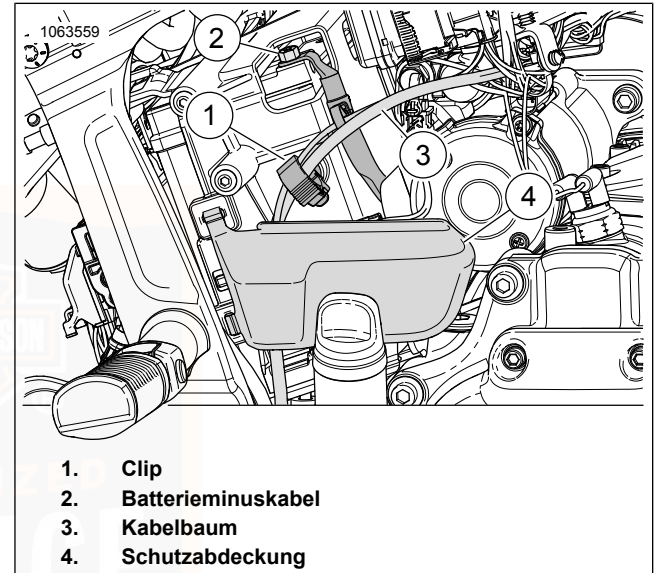
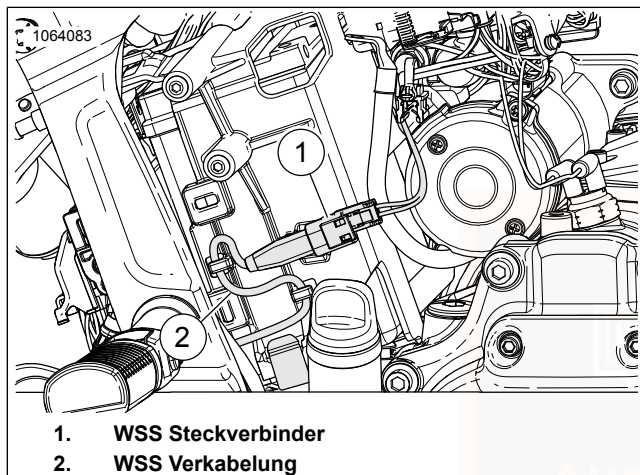
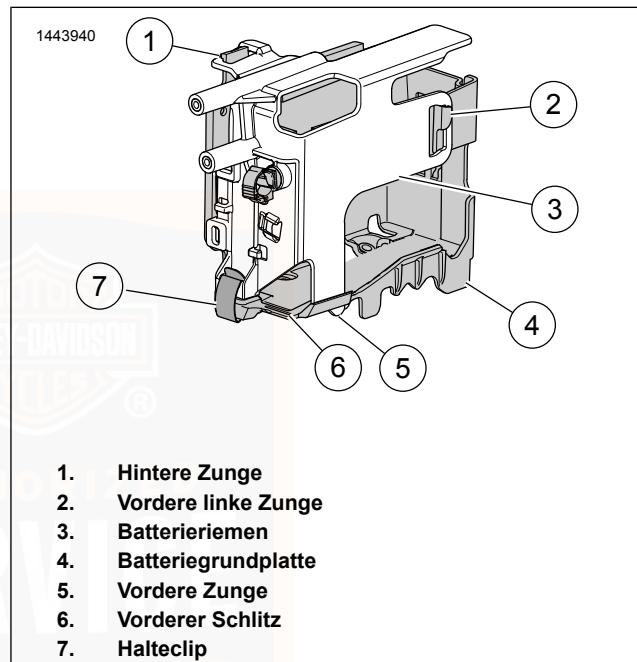

Abbildung 73. Batterieminskabel und Schutzabdeckung
Abbildung 74. WSS und Verkabelung
Abbildung 75. Batterieriemen und -grundplatte: (Zur besseren Sicht ausgebaut)
- 3. Siehe Abbildung 73. Batterieminuskabel abklemmen (2).
- 4. Die Schutzabdeckung (4) entfernen.
- 5. Clip (1) öffnen und den Kabelbaum (3) zur Seite schieben.
- 6. Siehe Abbildung 74. Raddrehzahlsensor (WSS)-Steckverbinder (1) abziehen.
- 7. Entfernen Sie die WSS Verkabelung (2) von den Kabelführungen und dann die Verkabelung aus den Batterieriemen.
- 8. Siehe Abbildung 75 . Den Batterieriemen abnehmen.
- a. Den Sicherungsclip (7) entfernen.
- b. Die hintere Zunge (1) vom Batterieriemen (3) zur Batteriegrundplatte (4) abklemmen.
- c. Die vordere linke Zunge (2) vom Batterieriemen zur Batteriegrundplatte abklemmen.
1. Siehe Abbildung 75 . Batterie in Batteriegrundplatte einbauen.
4. Den Batterieriemen (3) anbringen.
- b. Die vordere linke Zunge (2) vom Batterieriemen zur Batteriegrundplatte anschließen.
- c. Die hintere Zunge (1) vom Batterieriemen zur Batteriegrundplatte anschließen.
- d. Den Halteclip (7) schließen.
5. Siehe Abbildung 74. Die WSS-Verkabelung (2) am Batterieriemen anbringen.
6. Den WSS-Steckverbinder (1) abziehen.
7. Siehe Abbildung 73. Kabelbäume (3) und Verschluss-Clip (1) positionieren.
8. Das Batterieminuskabel (2) an den Minuspol der Batterie anschließen. Festziehen. 8,1–10,8 N·m (72–96 **in-lbs**)
9. Die Schutzabdeckung (4) anbringen.